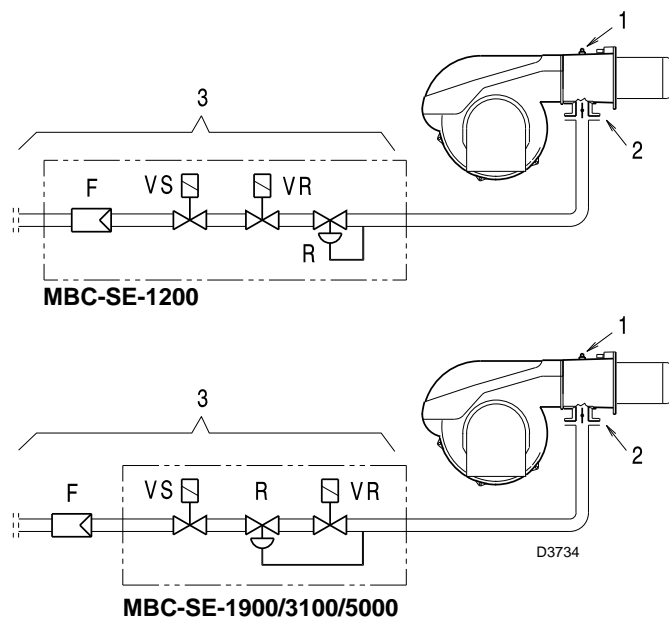

Abb. 24
Gasdruck gemessen an Anschluss 1)(Abb. 24), mit:
Strömungsverlust Gasdrossel 2)(Abb. 24) bei maximaler Öffnung: 90°.
Strömungsverlust Gasstrecke 3)(Abb. 24) bestehend aus:
- vom Gasdruck an der Entnahmestelle 1)(Abb. 24) den Druck in der Brennkammer abziehen.
$$\begin{aligned} \text{Gasdruck an der Entnahmestelle 1)(Abb. 24)} &= 31 \text{ mbar} \\ \text{Druck in der Brennkammer} &= 2 \text{ mbar} \\ 31 - 2 &= 29 \text{ mbar} \end{aligned}$$
Zur Ermittlung des für den an der Entnahmestelle 1)(Abb. 24), erforderlichen Gasdrucks, nachdem die gewünschte Höchstleistung des Brenners festgelegt wurde:
- Rechts, unter der Spalte 1, den Druck an der Entnahmestelle 1)(Abb. 24) ablesen.
$$\begin{aligned} \text{Gewünschte Höchstleistung: 4500 kW} & \\ \text{Gasdruck bei 4500 kW Leistung} &= 29 \text{ mbar} \\ \text{Druck in der Brennkammer} &= 2 \text{ mbar} \\ 29 + 2 &= 31 \text{ mbar} \\ \text{erforderlicher Druck an der Entnahmestelle 1)(Abb. 24).} & \end{aligned}$$